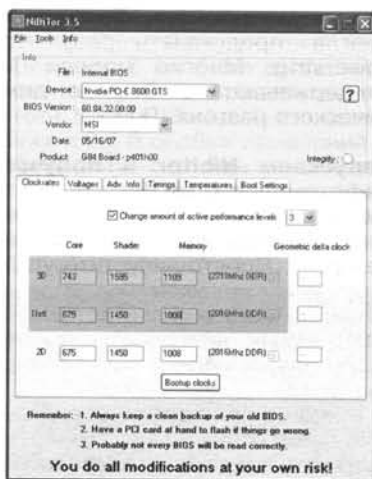

рис.9
6.3. В пункте «Thrtl» введите штатные тактовые частоты (рис.9). В пункте «3D» введите новые разогнанные частоты, то есть штатные плюс 10 %. По